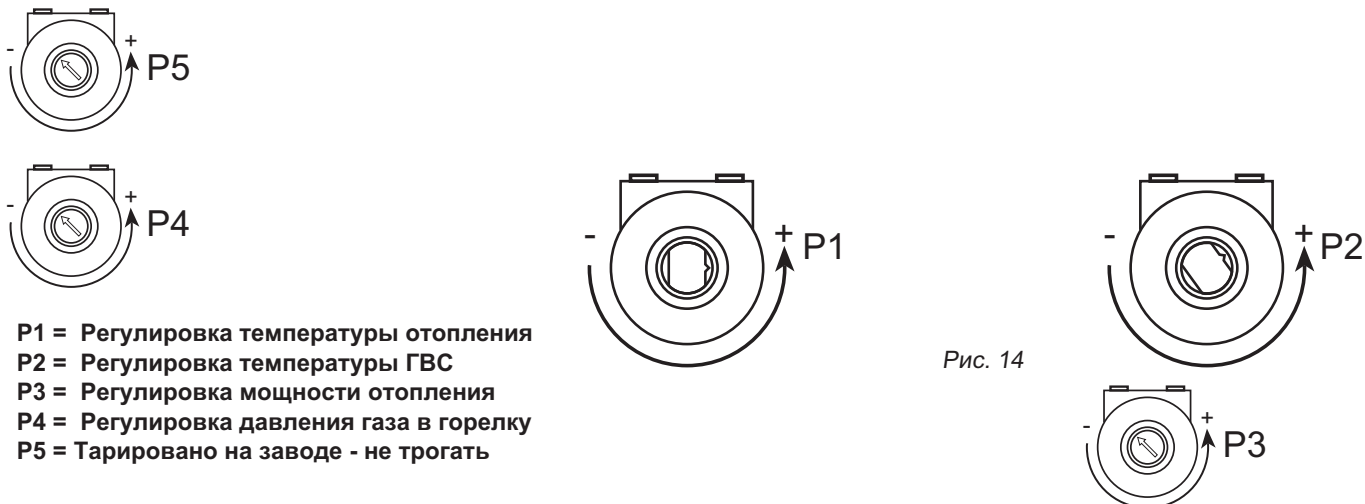

Рис. 14
**Nota** - Рассмотренная выше регулировка служит для определения механического колебания между минимумом и максимумом поршня модулятора "Modureg". Возможно выполнение других электрических регулировок (давление и температура), описанных ниже, с помощью регулировочных потенциометров Р3 и Р4 расположенных внутри командной коробки (рис. 14).
### 6.03 Регулировочные приборы на электронной схеме (рис. 14)
### 6.04 Регулировка максимальной мощности для системы отопления (рис. 14)